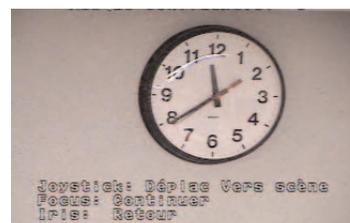

Figure 5B Repositionner la caméra
- FOCUS+ permet de dessiner un nouveau masque interactif (ou d'en modifier un existant). Un bloc 1x1 est dessiné au centre de l'écran, comme indiqué ci-dessous à la FIGURE 5B.
3. Le joystick permet de régler les dimensions de la zone à masquer. Les commandes de panoramique horizontal/vertical et de zoom sont toutes disponibles et permettent de repositionner la caméra par rapport à la vue à masquer. Appuyez sur FOCUS pour continuer, comme le montre la FIGURE 5B.